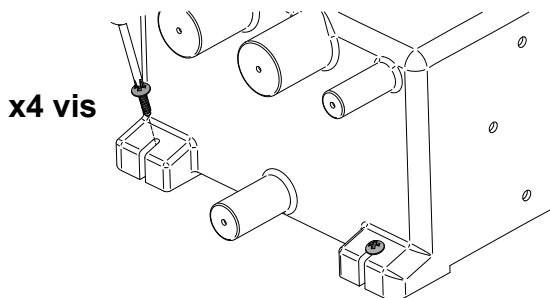
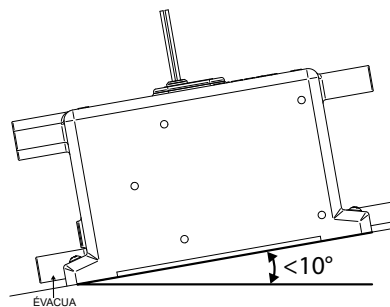

Figure 4 Fixation du réservoir
Figure 5 Angle d'installation maximum possible
Étape 2 : Le réservoir **doit être** fixé à l'aide de 4 vis adéquates, par le pied du réservoir, comme illustré sur la Figure 4. **REMARQUE :** L'angle du réservoir **ne doit pas** dépasser 10° (Figure 5). **REMARQUE :** Ne pas visser directement sur la coque – **DOIT** être installé sur une cloison ou un panneau supplémentaire.